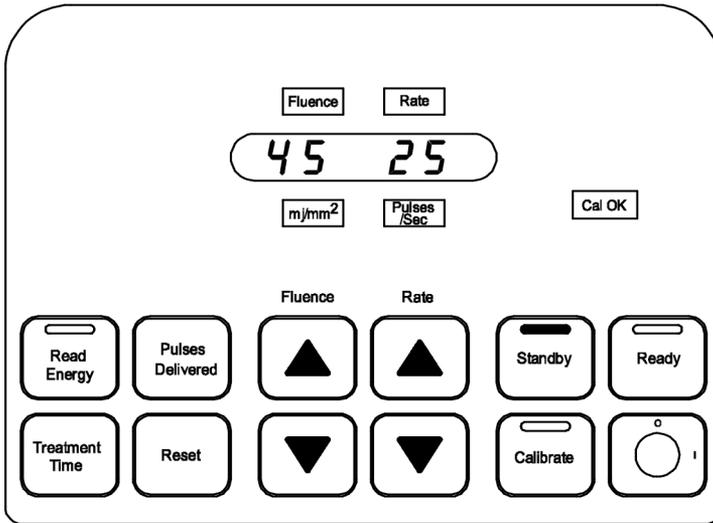

图8
1. 按下 Standby (待机) 按钮可从 Calibrate (校准) 模式进入 Standby (待机) 模式。(图 8)
4. Cal OK (校准完毕) 辅助灯保持亮起。(图 8)